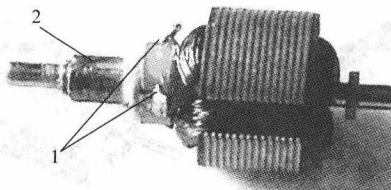
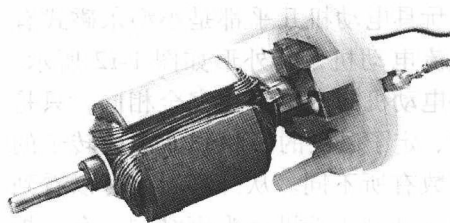

图 1-16 转子
图 1-17 转子、电刷及换向器
(2) 取出转子。捏住转子轴并把转子从外壳中取出，转子如图 1-16 所示。随后将转子轴重新放进端盖的轴承中，可以看到转子、电刷及换向器，如图 1-17 所示。转子重新放入时注意先把两个电刷弯成孔状，避免安装时与换向器相碰。端盖上的电刷通过端子分别与电源正、负极相连接，电刷靠弹簧的压力紧压在换向器上。用手转动电动机轴，随着转子转动，电刷轮流接触每个换向片，将电池中的电能传输到电枢上。